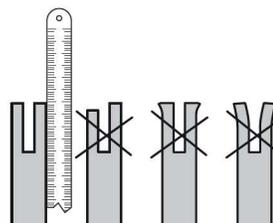

Fig. 49
- > Verifique o desgaste da calha da lâmina-guia: Encoste uma régua a um dos lados da lâmina-guia e às placas laterais de corte. Se não existir folga entre a régua e a lâmina-guia, significa que a calha está normal. Se existir folga (a régua afasta-se da lateral da lâmina-guia), significa que a calha da lâmina-guia está gasta e que necessita de ser substituída por outra do mesmo tipo (Fig. 49).
- > Rode a lâmina-guia (4) 180° para permitir um desgaste uniforme, aumentando assim a sua vida útil.
- > Volte a instalar a corrente (3) e a lâmina-guia (4) como descrito em "Montagem".